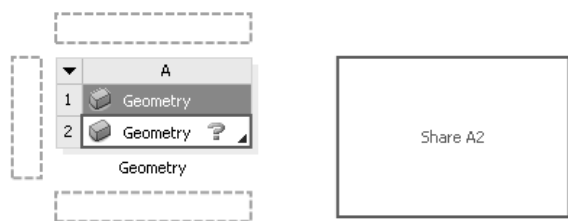
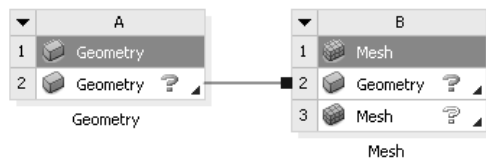

图 1.4.7 放置项目列表
图 1.4.8 创建“Mesh”项目列表
步骤 02 创建“Mesh”项目列表。在 ANSYS Workbench 界面中单击 **Toolbox** 工具箱中 **Component Systems** 区域的 **Mesh** 选项，将其拖动到项目视图区，此时在项目视图区中的“Geometry”项目列表周围出现四个绿色矩形虚线框，将光标移动到“Geometry”项目列表中的 **Geometry** 上，此时右侧虚线框变成红色实线框（图 1.4.7），释放鼠标，在“Geometry”项目列表右侧创建一个“Mesh”项目列表，如图 1.4.8 所示。
- ◆ 如图 1.4.8 所示的项目列表，在“Geometry”项目列表和“Mesh”项目列表中的 **Geometry** 之间的蓝色连线表示这两个项目间共享“Geometry”，即共享几何体。
- ◆ ANSYS Workbench 中的每一个数据都有一个特定的标记，而且在 ANSYS Workbench 很多界面中都会看到。每一个项目列表最上方中间位置用大写字母标记，从 A 开始，之后创建的项目列表以此类推；每个项目列表中的数据用阿拉伯数字标记，从 1 开始，这样就很容易区分项目中的数据，以图 1.4.8 所示的项目列表为例：如“A2”表示的是“Geometry”项目列表中的 **Geometry** 数据，“B3”表示的是“Mesh”项目列表中的 **Mesh** 数据，图 1.4.7 中右侧红色实线框中出现“Share A2”表示共享“A2”数据，即共享 **Geometry** 数据，以此类推。